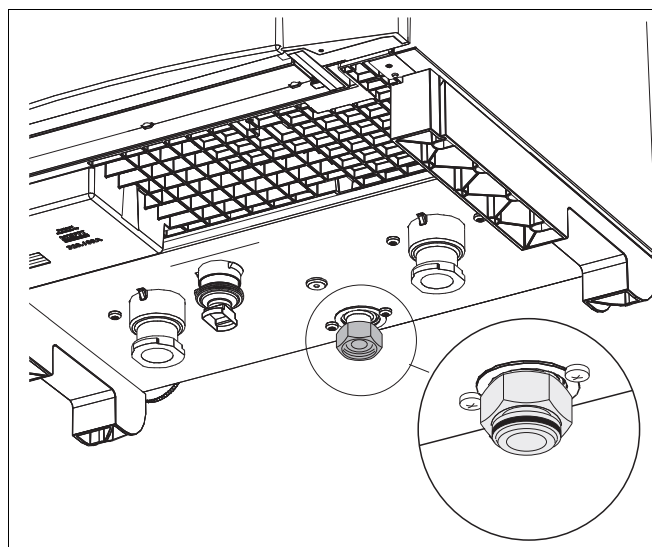

Fig. 3 Rubberen afdichting
- Controleer of de fabrieksmatig voorge-monteerde vlakke rubberen afdichting in de gaszijdige aansluiting van het cv-toestel aanwezig is (fig. 3, loep).